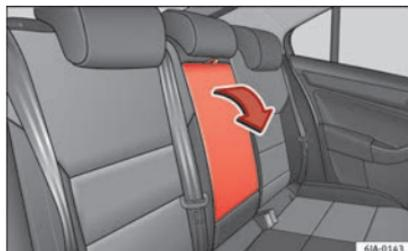

Fig. 144 Banquette arrière : accouder.
- Pour un confort accru, il est possible de rabattre l'accouder vers le bas en utilisant la poignée » fig. 144.